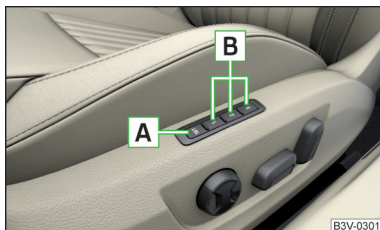

Fig. 90
Pe butoanele de memorare **B** de la scaunul șoferului poate fi memorat reglajul scaunului șoferului și poziția oglinzilor retrovizoare exterioare » **fig. 90.**
- » Apăsați butonul SET **A** » **fig. 90** și apoi apăsați în decurs de 10 s simultan butonul de memorare dorit **B**. Memorarea este confirmată printr-un semnal acustic.
- » Cuplați contactul și apăsați butonul de memorare dorit **B** » **fig. 90.**